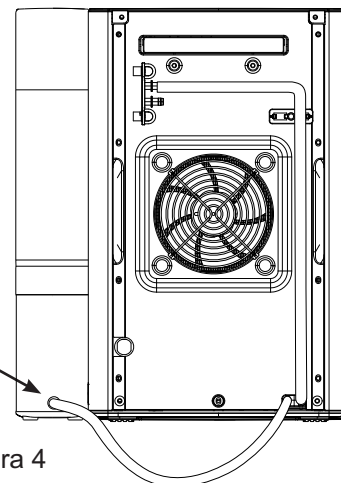
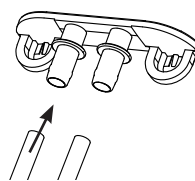
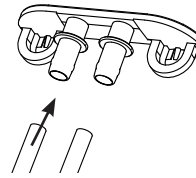

Figura 4
Figura 6
Figura 9
- Una vez completado el drenaje, vuelva a conectar ambas tuberías al tapón de la tubería de plástico gris (Figura 6).
6. Una vez completado el enjuague, vuelva a conectar las tuberías de drenaje al tapón de drenaje (Figura 6), o si cuenta con un tanque lateral, vuelva a conectar la tubería sin etiqueta al tapón del drenaje, y la Tubería B a la base del Tanque Lateral (Figura 4).
- Una vez completado el drenaje, vuelva a conectar ambas tuberías al tapón de la tubería de plástico gris (Figura 9).
6. Una vez completado el enjuague, vuelva a conectar las tuberías de drenaje al tapón de drenaje (Figura 9), o si cuenta con un tanque lateral, vuelva a conectar la tubería sin etiqueta al tapón del drenaje, y la Tubería B a la base del Tanque Lateral (Figura 4).